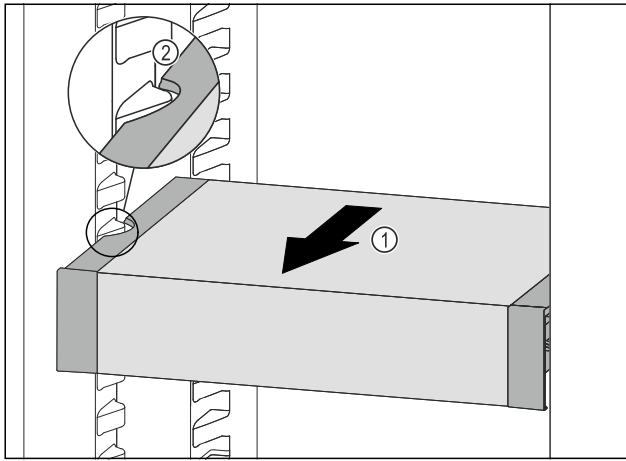

Fig. 123
- ▶ Изтеглете VarioSafe напред Fig. 123 (1), докато страничните прорези на VarioSafe се намират на височината на реброто на съда в хладилната част. Fig. 123 (2)